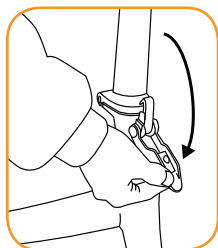

fig. 5.3
4. Ontgrendel de klem in de stuurbuis (fig. 5.3 - fig. 5.4) en vouw het stuur voor het zadel langs tot deze tegen de rechter zijkant van de fiets steunt. (Let op dat de kabels niet achter het zadel blijven hangen).